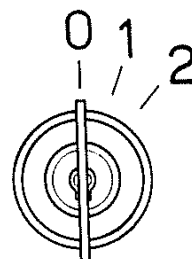

Fig. 32
- Introdurre la chiave nel quadro comando avviamento e ruotare in posizione 1 (fig. 32).